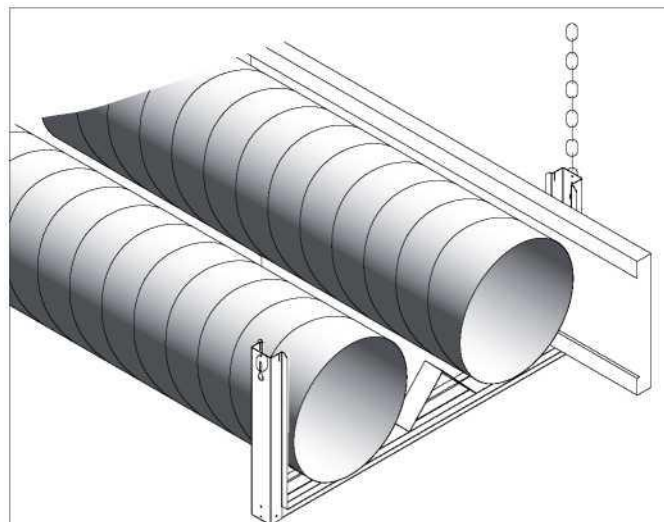

Fig. 4.23 Montajul tuburilor radiante
- 5) Se poziționează tubul radiant pe suport poziționând latura vopsită către pardoseală (fig 4.23).